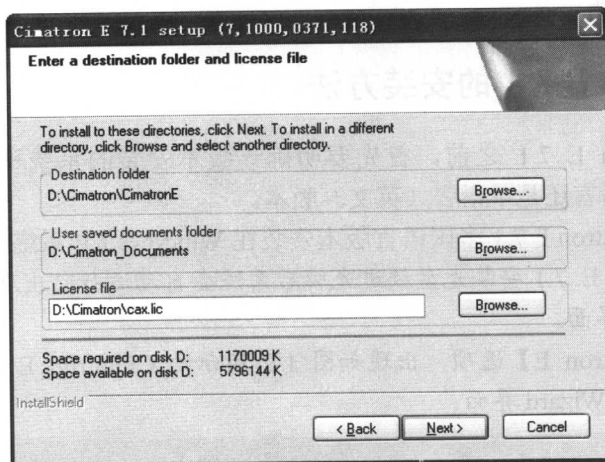

图1-4
4. 单击 **Yes** 按钮出现如图 1-4 所示的 Enter a destination folder and license file 界面。